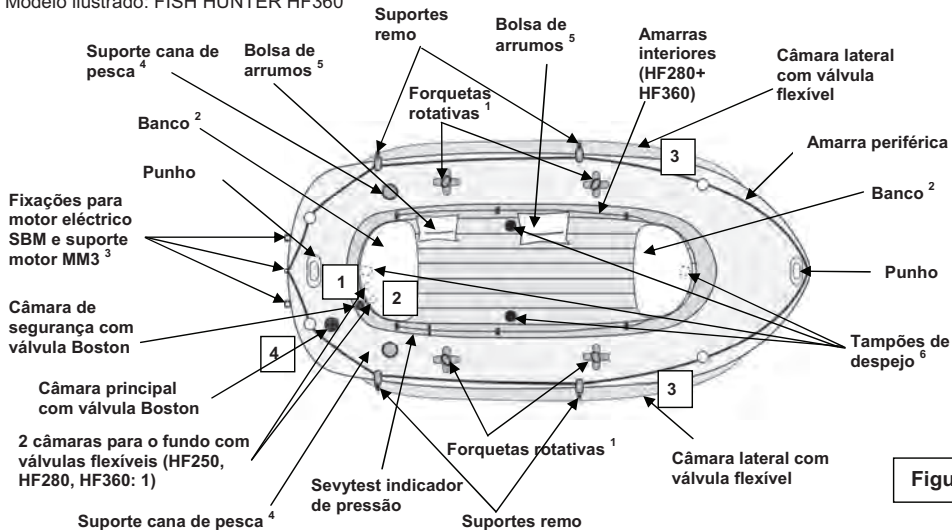

Figura 1
- a) Válvula(s) Boston (figura ao lado): desaparafuse a tampa da válvula (1), aparafuse o corpo da válvula (2) na base da válvula (3); mantenha esta a tampa acessível. Introduza a extremidade do tubo da bomba na válvula e encha até atingir o nível de pressão recomendado (ver ponto 3). Após o enchimento, fechar bem todas as válvulas com as suas tampas (nos sentido dos ponteiros do relógio). **N.B.:** uma ligeira fuga de ar antes do fecho das válvulas com as suas tampas é normal. Apenas a tampa das válvulas assegura a **ESTANQUIDADE**.
2. Encha o barco segundo a ordem de enchimento indicada na placa matrícula impressa no barco (ver também a figura 1, a numeração das válvulas).